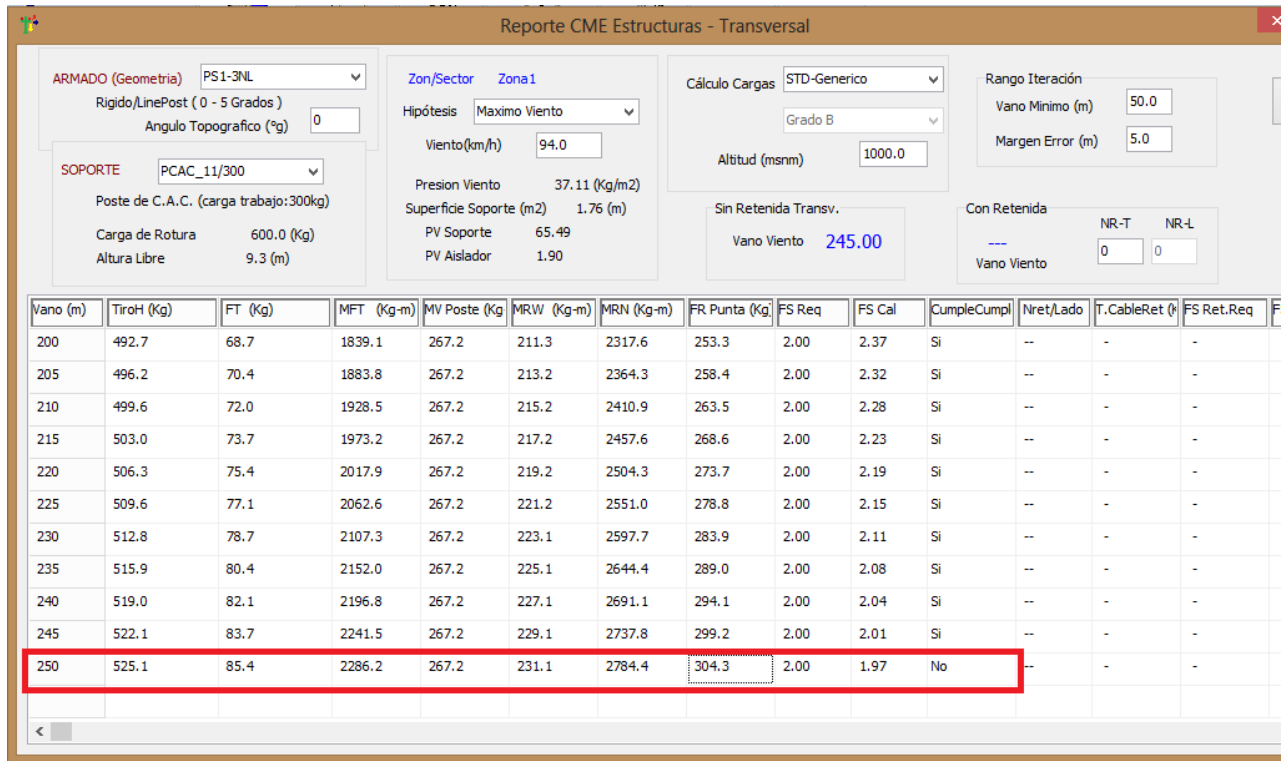

Fig. 7.2
En la siguiente ventana para las condiciones definidas al presionar <Recalcular> podemos observar en el siguiente reporte que para un vano de 250 m el factor de seguridad es menor al deseado (2) y por ello, no cumple para dicho valor de vano y ,por lo tanto, se toma como **Vano Viento Máximo 245 m** (Ver Fig. 7.2).